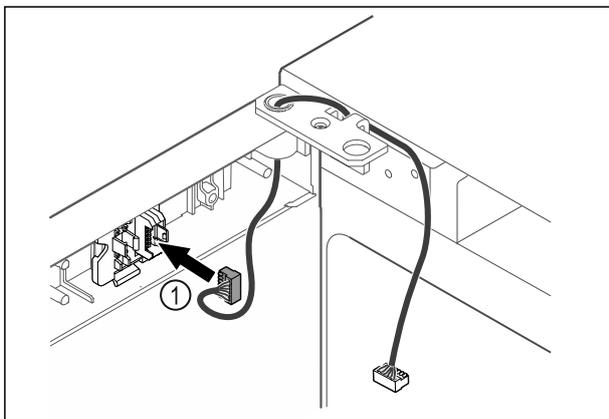

Fig. 49
- Insérer le connecteur Fig. 49 [1] dans le support.